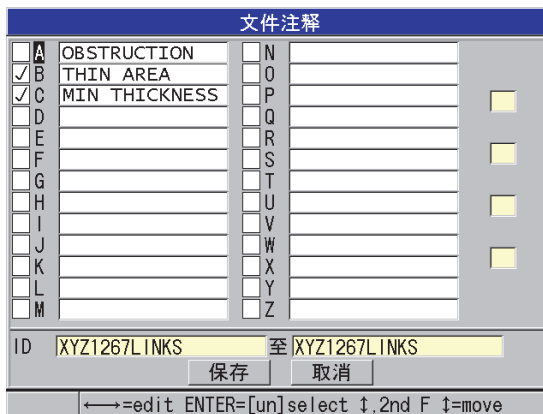

图 11-24 从注释表中选择注释
2. 在**文件注释**屏幕中 (参见第 199 页的图 11-24) :